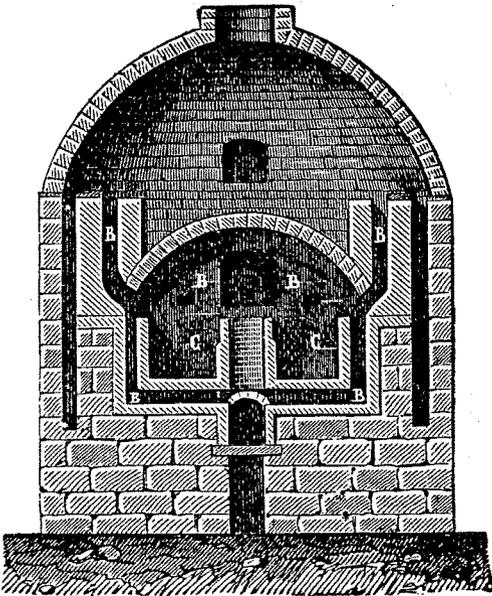

Fig. 44. — Four de cémentation.
**Acier de cémentation.** — On obtient cet acier en carburant le fer. On prend des barres de fer, on les dispose en lits alternant avec des lits de *cément* (fig. 44) dans des caisses en briques réfractaires C placées dans un four B. Le *cément* est le corps qui devra fournir le carbone; c'est du charbon de bois auquel on ajoute différentes matières : de la suie, des matières animales, des cendres et du sel marin.